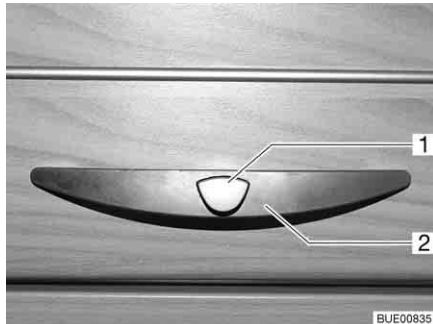
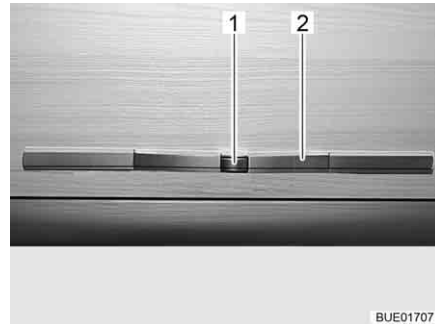

Fig. 52 Sportello del mobile con maniglia (esempio)
Fig. 53 Sportello del mobile con maniglia (alternativa)
- Premere il bottone di sbloccaggio (Fig. 52,1 o Fig. 53,1) della maniglia (Fig. 52,2 o Fig. 53,2) e mantenerlo premuto.